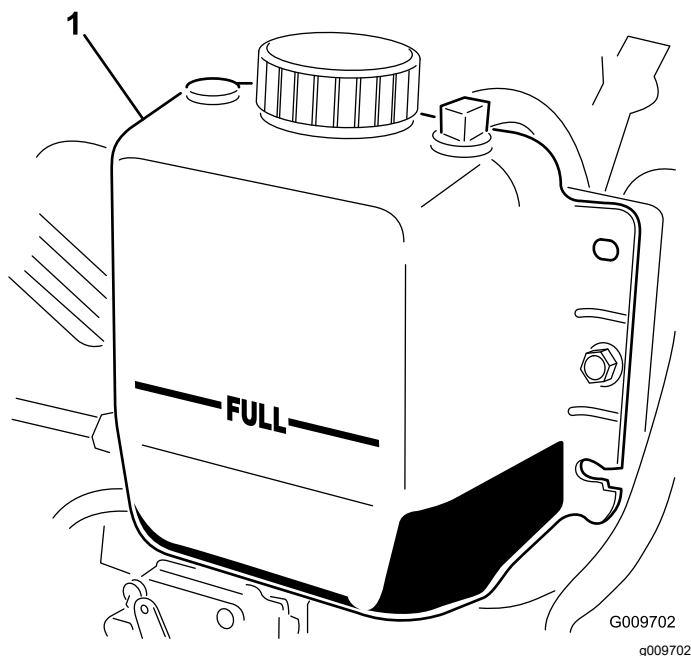

Figure 37
**Remarque:** Le radiateur doit être rempli jusqu'en haut du goulot de remplissage et le vase d'expansion jusqu'au repère maximum (Figure 37).